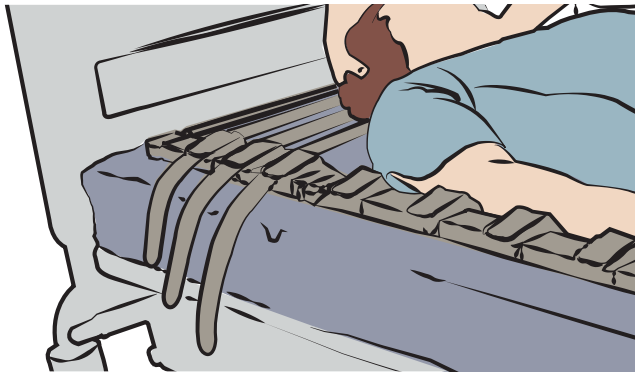

Fig. 5
8. Primero, sujete manualmente las correas transversales de la cabeza (×3) y de los pies (×1). Vea la fig. 5.